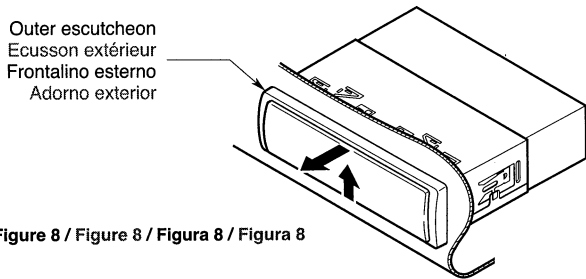

Figure 8 / Figure 8 / Figura 8 / Figura 8
- 2. Press the outer escutcheon upward and remove it (Figure 8).
- 2. Presser l'écusson extérieur vers le haut et le retirer (Figure 8).